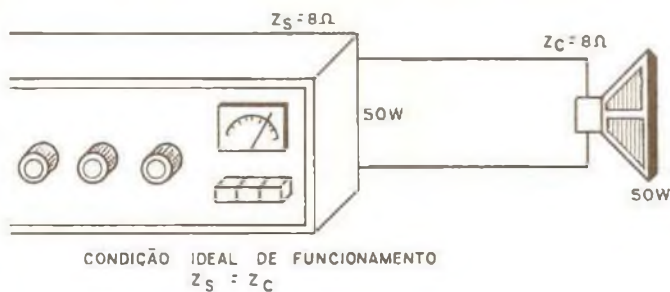

figura 321
c) O ponto ideal de funcionamento de um amplificador, para que ele tenha o seu máximo rendimento ocorre então quando a impedância dos alto-falantes ligados na sua saída for igual à impedância de saída do mesmo. Temos então a condição em que o amplificador pode entregar sua máxima potência ao circuito de carga, conforme sugere a figura 321.